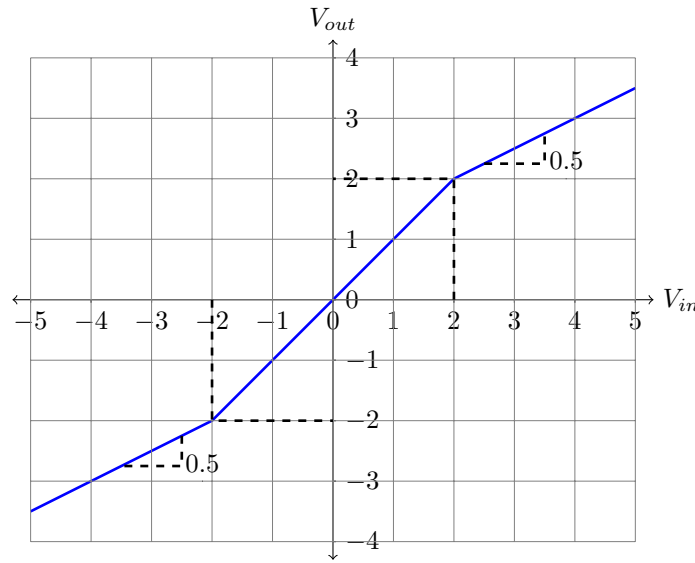

Figura 3.1: Características de entrada-salida o función de transferencia del circuito a diseñar
Una empresa que pretende sacar al mercado un nuevo diodo, le ha contratado a usted para realizar el diseño preliminar de un circuito de prueba que tenga las características de entrada-salida mostradas en la Figura 3.1, con la intención de determinar la funcionalidad del diodo en circuitos limitadores. Como parte de los requerimientos de diseño se le pide utilizar todas las resistencias con valor de $1\text{ k}\Omega$, la empresa le indica que realice su diseño por ahora con diodos ideales, además para satisfacer las necesidades puede utilizar otros componentes.
- 3.2. Explique brevemente que sucedería con la función de transferencia dada en la Figura 3.1 al considerar diodos reales con concentraciones N_a, N_d para la juntura. 1 Pt
3.2 Explique brevemente que sucedería con la función de transferencia dada en la Figura 3.1 al considerar diodos reales con concentraciones N_a, N_d para la juntura.